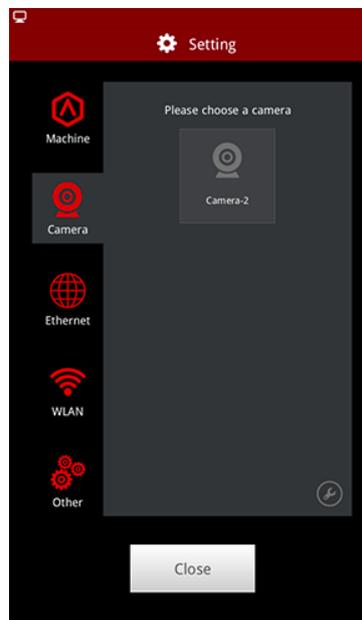

Figure 3.44: Choisissez une caméra sur l'écran tactile.
Étape 1: Choisissez un appareil photo sur l'imprimante **Figure 3.44**.